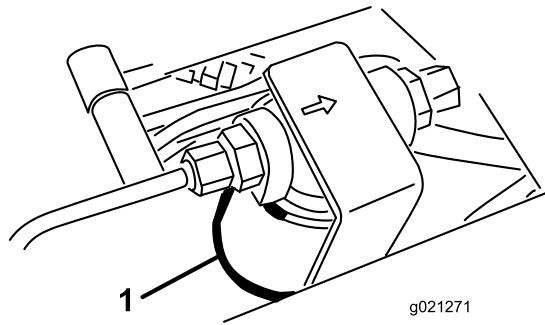
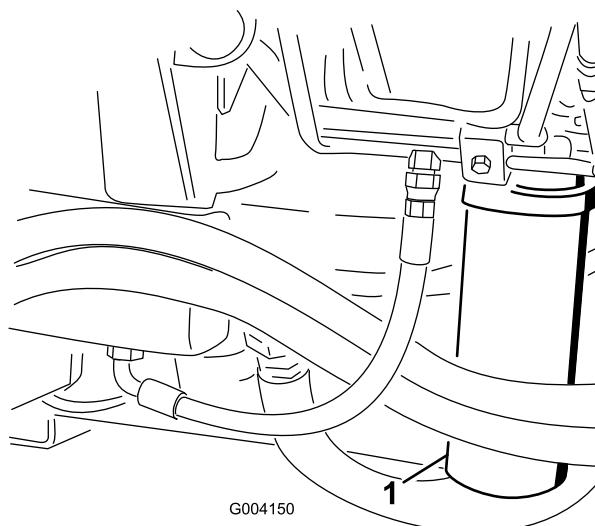

Рисунок 102
Рисунок 103
2. Очистите область вокруг места крепления фильтра и установите сливной поддон под фильтр (Рисунок 102 и Рисунок 103).